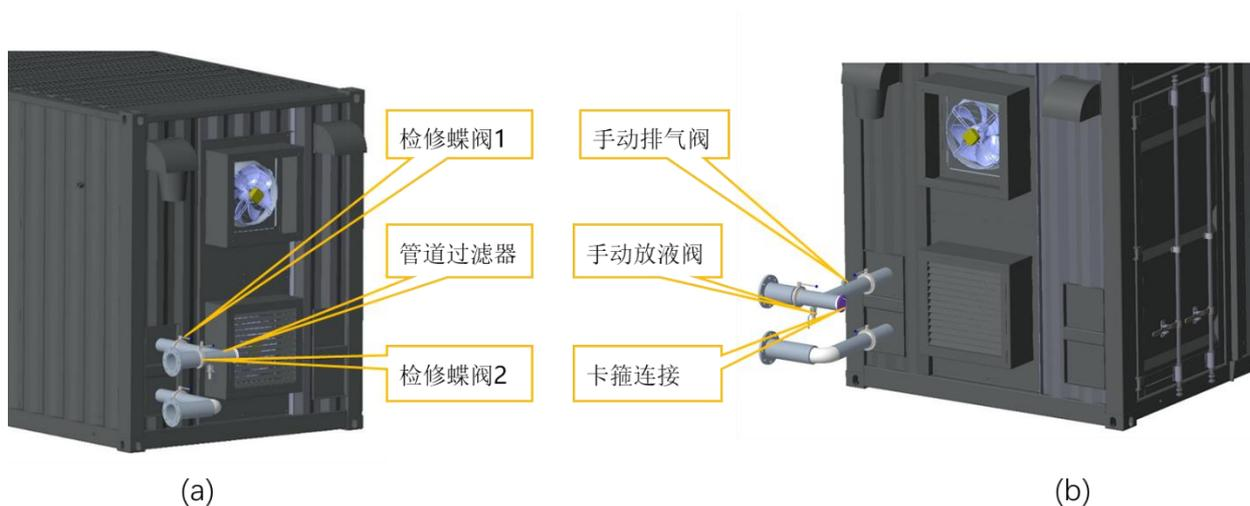

图 9-1 管路检修蝶阀与管道过滤器位置
- b) 找到图 9-1 中系统中的检修蝶阀并关闭，打开管道过滤器组件下方放液球阀，对管路局部放液；
- c) 找到图 9-1 中过滤器位置；